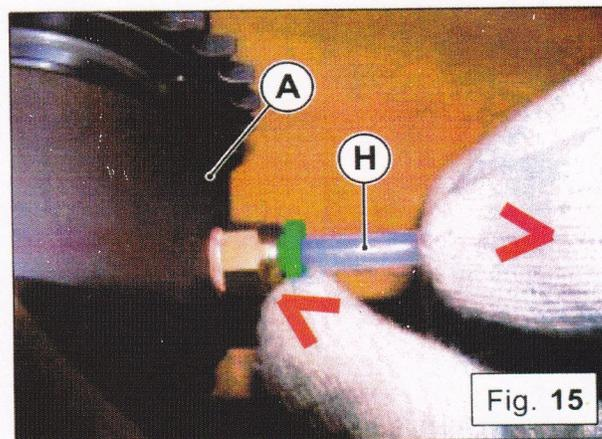

Fig. 15
› Durch Drücken des grünen Rings des rechten Schnellverschlusses, den Schlauch (H) vom Ring (A) **abtrennen**, wie in Fig. 15 gezeigt.